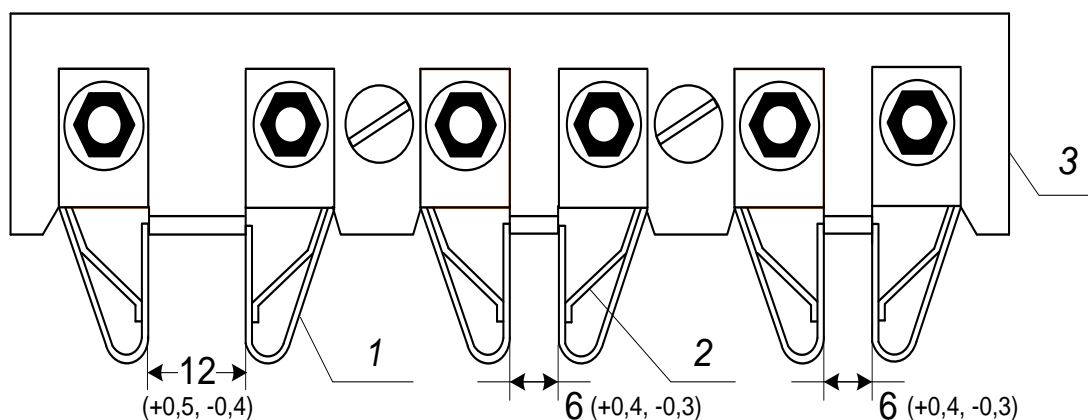

Рисунок 1. Контактная колодка: 1 - контактная пружина; 2 - упорная пружина; 3 – основание контактной колодки.
**ВНИМАНИЕ.** После установки контактных и ножевых колодок следует проверить (рис.1):